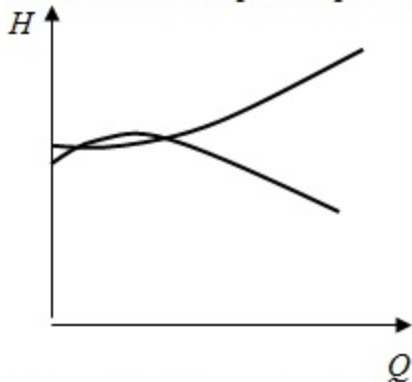

Рис. 11. Нестітійкий режим роботи.
3. Нестійкий (рис. 11) – якщо характеристики перетинаються в двох і більше точках.